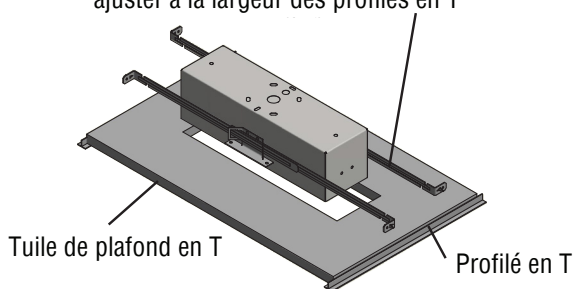
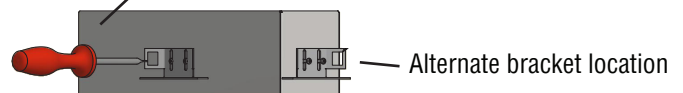

Figure 6
Figure 7
- a) Plafonds en T : Installez les deux supports de plafond en T sur la boîte d'encastrement à l'aide des écrous et des vis fournis. Faites glisser les barres de suspension en T pour qu'elles correspondent à la largeur des canaux de la barre en T (Figure 5). Remarque : La barre en T est conçue pour couvrir une largeur de dalle de 24". Un support de montage peut être installé sur ou à l'extrémité de la boîte d'encastrement pour changer d'orientation (Figure 6).
- b) Plafonds et murs en plâtre ou placoplâtre : Enlever toutes les ferrures de montage pour profilé en T (Figure 6). Tourner le boîtier arrière à 90° et le placer dans le plafond ou le mur (Figure 7). Ramener le boîtier arrière à l'angle initial et ajuster les bordures pour plâtre contre le plafond ou le mur. Se référer à la figure 8 pour les applications avec montage latéral (par l'extrémité).